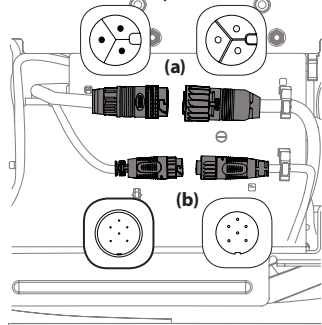
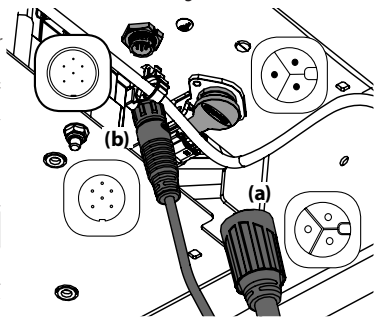

Figura 17
Figura 18
**Nota:** Su cortacésped puede tener una de dos configuraciones diferentes de conectores de motor de plataforma. Si su cortacésped tiene conectores posicionados horizontalmente, consulte la Figura 17. Si su cortacésped tiene conectores posicionados verticalmente, consulte la Figura 18.
- Desconecte los motores de la plataforma a los adaptadores de la parte derecha o inferior del montable. Conecte siempre el conector más grande primero y, luego, el conector más pequeño. Consulte la Figura 17.